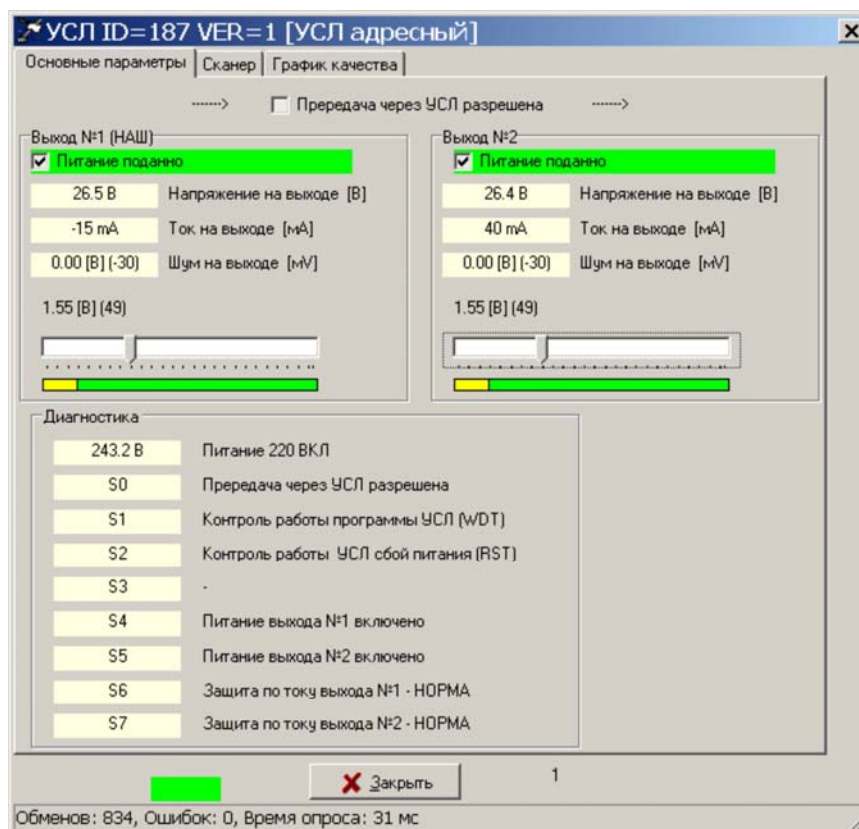

Рисунок 19
- 2) Выбрать в таблице устройств блок «УСЛ». В окне «Поиск» выбрать команду «Тест» и установить следующие параметры конфигурации УСЛ-АС (рисунок 19):